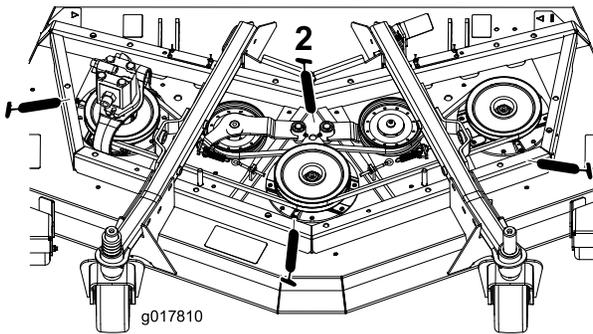

Figura 62
- Cojinetes del eje (3) (situados debajo de la polea) (Figura 62).
- Casquillos del pivote del brazo tensor (2) (Figura 62)